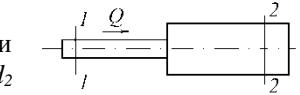

Рис. 3
- Определить потерю напора на внезапное расширение потока (рис. 3), если известны показания пьезометров  $h_1 = 16 \text{ см}$ ,  $h_2 = 30 \text{ см}$ , диаметры  $d_1 = 20 \text{ мм}$ ,  $d_2 = 50 \text{ мм}$ , расход  $Q = 1 \text{ л}/\text{с}$ .